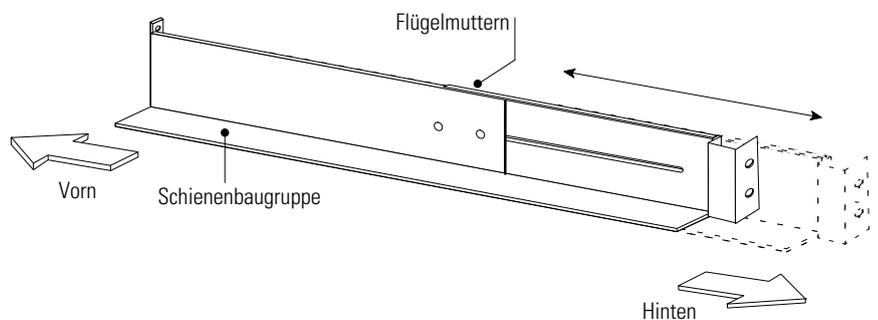

Abbildung 9. Anpassen der Schienenlänge
1. Die Flügelmuttern an beiden Schienen lösen und die Schienen an die Tiefe des Racks anpassen (siehe Abbildung 9).